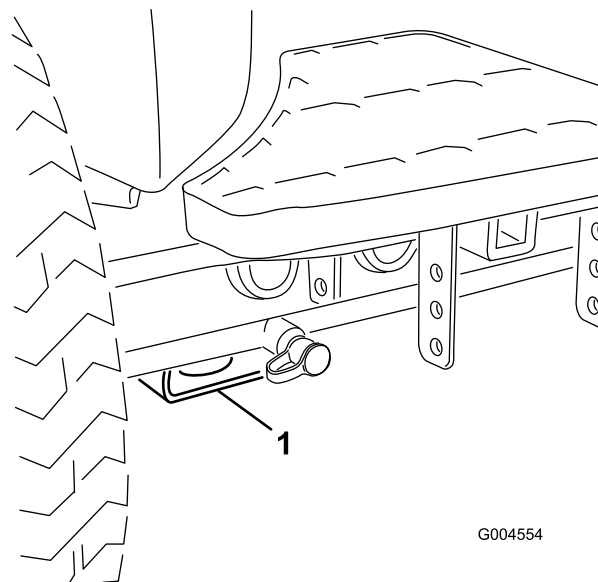

Figure 23
- Avant – patin rectangulaire sous le tube d'essieu, à l'intérieur de chaque roue avant (Figure 23).